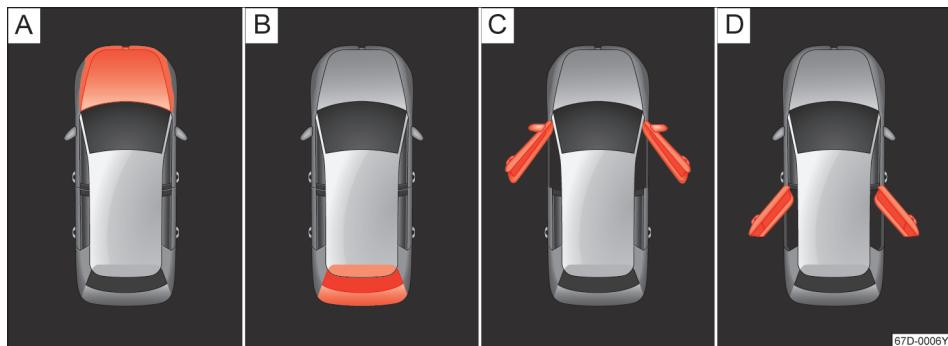

图 13 显示屏显示: (A) 发动机舱盖处于打开状态, (B) 行李厢盖处于打开状态, (C) 前车门处于打开状态, (D) 后车门处于打开状态
- 车门、发动机舱盖和行李厢盖未关闭→图 13
→ 图 13 说明